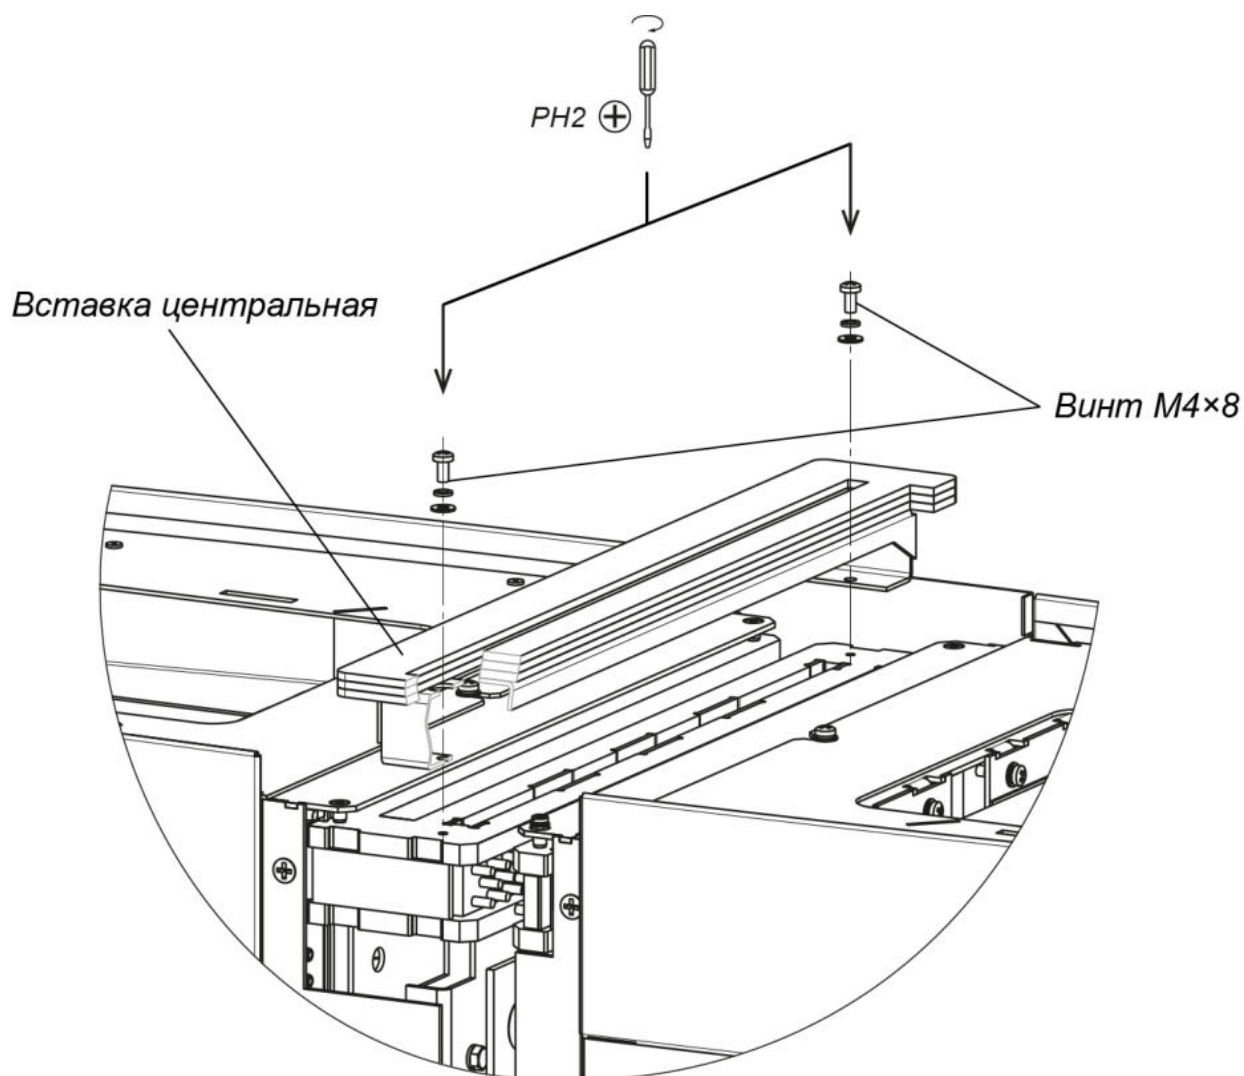

Рисунок 22. Монтаж вставки центральной
- Установите центральную вставку (4) (см. разд. 8.7.4, рис. 22).
2. Отверткой с крестообразным шлицем PH2 вкрутите два винта М4×8 (см. рис. 22) с шайбами (при поставке вкручены по месту установки).